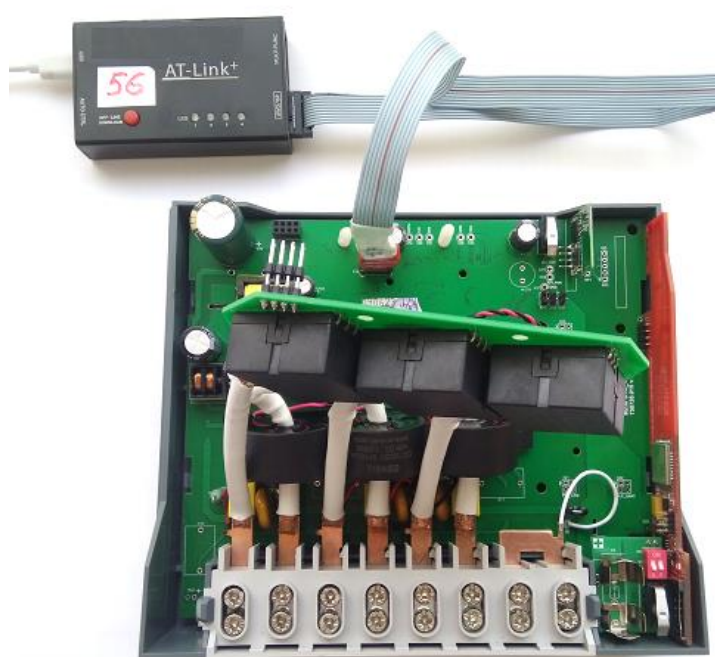

Рисунок 4.2 – Подключение кабеля для программирования
4.2 Подключить разъем BLD-10 кабеля программирования к разъему X16 на плате счетчика согласно его маркировке (контакт 1 – к контакту 1, рисунок 4.2). Контакт 1 на плате обозначен треугольником. Процесс программирования начнется автоматически. В процессе программирования индикатор LED 1 на программаторе мигает красным/зеленым.